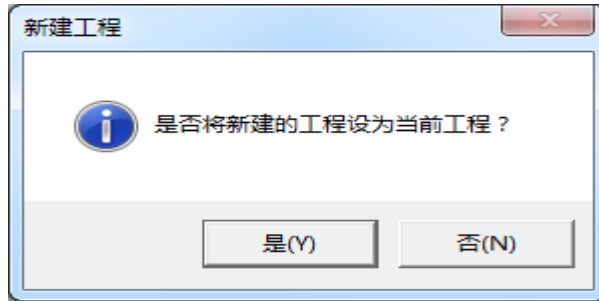

图 2.4 是否设为当前工程对话框
- ◇ **完成**按钮：完成工程的新建。系统会弹出对话框，询问用户是否将新建工程设为当前工程，如图 2.4 所示。